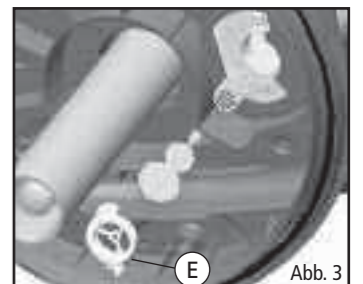

Abb. 3
- 7) Nun kommen Sie an die Schaumstofffilter (M) heran. Entfernen Sie alle gleichzeitig, indem Sie den inneren Schaumstoff-Stützrahmen (N) umfassen und herausziehen.
- 8) Lösen Sie den Schaumstofffilter (M) von dem Schaumstoff-Stützrahmen (N) und spülen Sie ihn mit Teichwasser ab oder erneuern Sie ihn, wenn nötig.
- 9) Spülen Sie das biologische Medium, das sich in dem unteren Teil des Filtergehäuses (Q) befindet, mit Teichwasser ab oder erneuern Sie es, wenn nötig. Der Pressure-Flo 2500 UVC hat keine Kammer für biologische Medien.
- 10) Reinigen Sie das Filtergehäuse (Q) mit Wasser, besonders am oberen Rand, an dem der Filterdeckel-O-Ring (P) sitzt.
- 11) Falls notwendig, reinigen Sie die Reinigungsanzeige (U) nach dem Ausbau wie folgt: 1): Entfernen Sie den Rückhaltering (E), indem Sie ihn gegen den Uhrzeigersinn drehen, (das Ventil zur Steuerung der Betriebsart (V) muss auf „Filterbetrieb“ gestellt sein); 2): Entfernen Sie den Anzeiger und seine Feder. Spülen Sie alle Teile mit Wasser ab und bauen Sie sie vorsichtig wieder zusammen. (Abb. 3 & 4)